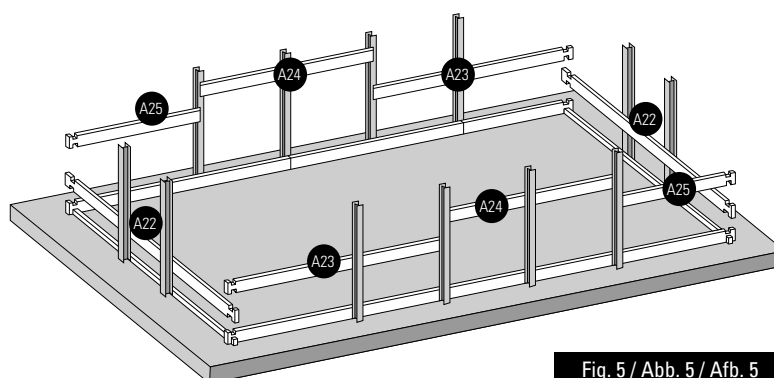

Fig. 5 / Abb. 5 / Afb. 5
- EN** **2nd LAYER OF BOARDS:** • Install the second layer of boards as shown in figure 5. • There is a wooden wedge in the structure packet to correctly assemble the boards. • Never directly hit against the boards. You would damage the pegs and would weaken the structure. Do not hit them with anything metallic. This would inevitably damage the wood. • Try to correctly assemble the boards right from the start. There should not be any space between each layer of boards to avoid maladjustment of the higher boards.
- FR** **2^{ÈME} RANGÉE DE MADRIERS :** • Positionnez les madriers de la deuxième rangée conformément à la figure 5. • De manière à emboîter correctement les madriers, une cale en bois est à votre disposition dans le colis de structure. • Ne pas taper directement sur les madriers. Cela abîmerait les languettes et nuirait à la solidité de la structure. • Ne pas frapper avec une pièce métallique. Cela détériorerait le madrier irrémédiablement. • Veillez à emboîter bien à fond les madriers dès le départ. Il ne doit pas y avoir d'espace entre chaque rangée pour éviter un décalage au niveau des madriers supérieurs.
- DE** **2. BRETTERRIHE:** • Platzieren Sie die Bretter der zweiten Reihe laut Abb. 5. • Um die Bretter richtig anbringen zu können, finden Sie einen Holzkeil im Paket des Tragwerks. • Nicht direkt auf die Bretter klopfen. Das würde die Zapfen und die Festigkeit des Tragwerks beschädigen. • Nicht mit einem Metallteil darauf klopfen. Es würde das Holz unabänderlich beschädigen. • Versuchen Sie, die Bretter von Anfang an tiefgehend ineinander zu fügen. Zwischen den Reihen darf kein Platz sein, um eine Fehlanpassung der oberen Bretter zu vermeiden.
- NL** **2ª RIJ PLANKEN:** • Plaats de planken van de tweede rij zoals aangegeven op afbeelding 5. • Om de planken correct te assembleren, zit er een houten wig in het pakket van het frame. • Sla niet direct op de planken. Daardoor gaan het profiel kapot en wordt de stevigheid van het frame ondermijnd. • Sla er niet direct op met metaal. Hierdoor raakt het hout onherstelbaar beschadigd. • Zorg ervoor dat de planken vanaf het begin stevig op elkaar aansluiten. Er mag geen ruimte tussen de rijen overblijven, om te voorkomen dat de bovenste houtdelen onregelmatig uitkomen.